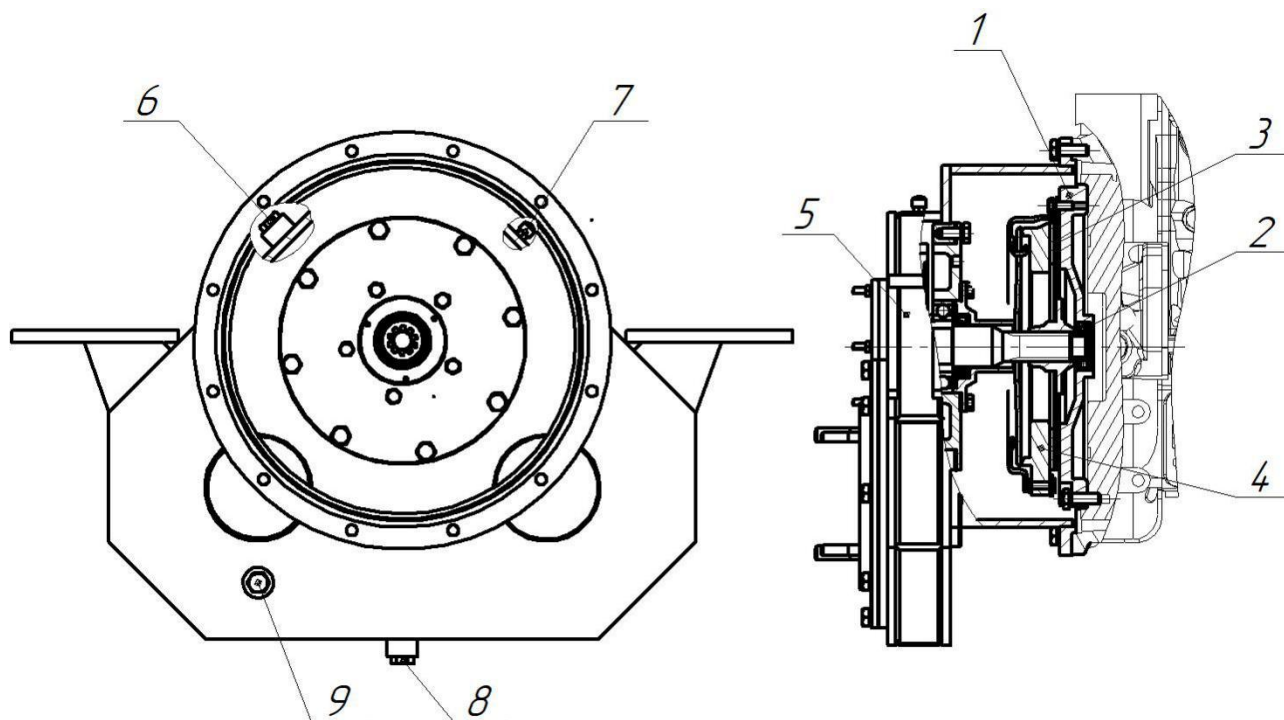

Рис.6 – Редуктор раздаточный
Раздаточный редуктор служит для распределения крутящего момента от двигателя между гидронасосом привода хода 5 и гидронасосом дополнительного оборудования 6. Раздаточный редуктор понижающий, содержит одну входную шестерню и две выходных вал-шестерни. Передаточное число редуктора $U=0,918$. Установка раздаточного редуктора более подробно показано на рис.6.
- редуктор раздаточный (рис.6);